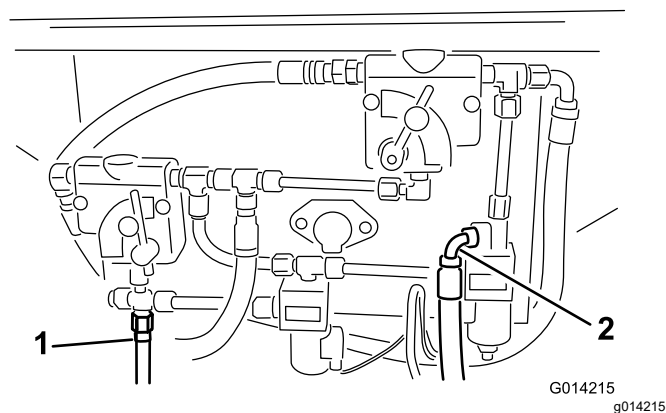
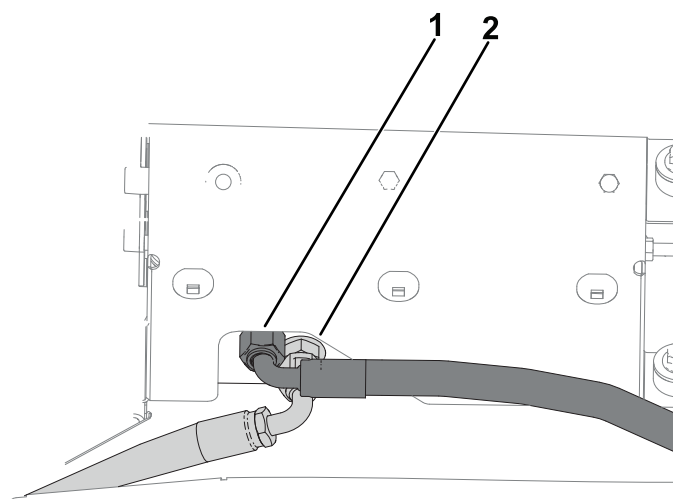
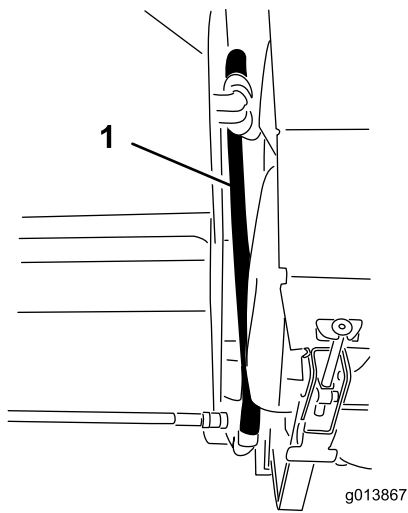
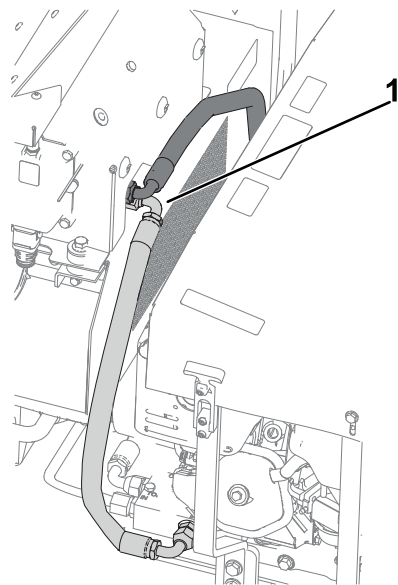

Bild 14
Bild 15
Bild 16
Bild 17
11. Identifizieren Sie die Druck- und Rücklaufanschlüsse am Grundmodell der Maschine. Siehe **Bild 14** für SH-Versionen und **Bild 15** für EH-Versionen.
12. Wenn der Druck- und Rücklaufschlauch bereits an den Stellen angeschlossen sind, die in **Bild 14** und **Bild 15** dargestellt sind, entfernen Sie sie.
13. Schließen Sie die Hydraulikschläuche am hydraulischen Bedienerfeld an. Siehe **Bild 14** und **Bild 16** für SH-Versionen und **Bild 15** und **Bild 17** für EH-Versionen.